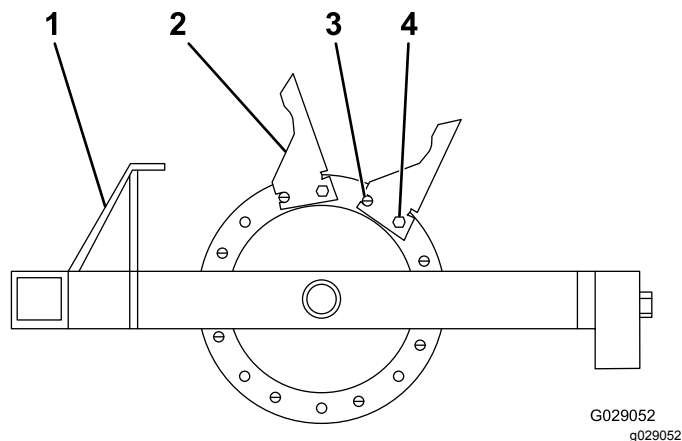

Figura 9
1. Inicie na roda giratória exterior e instale os dentes como se mostra na Figura 9.
2. Instale os 8 dentes na roda giratória, utilizando um pino de segurança e parafusos ($\frac{1}{2}$ " x $1\frac{3}{4}$ ") e assegurando que o pino de segurança está na posição frontal (Figura 9).